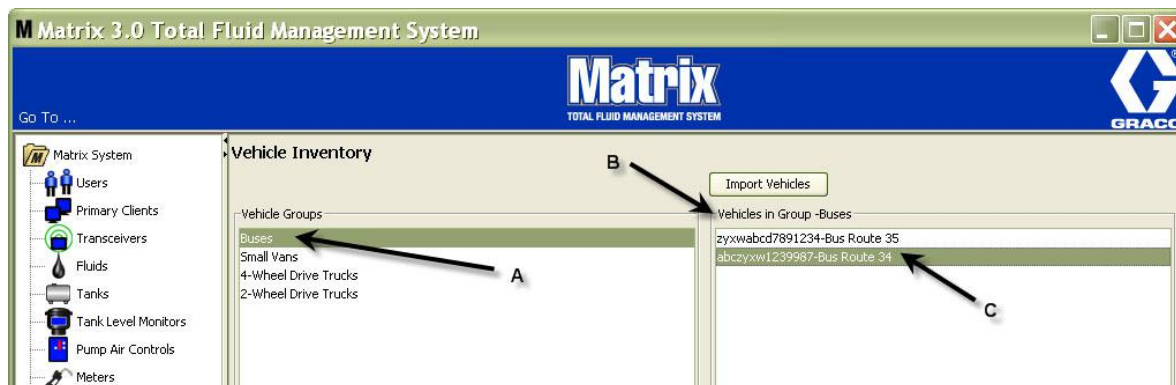

Рис. 156
- Транспортные средства будут отображены на экране «Vehicle Inventory» [Транспортные средства], только когда выделена его группа. В примере на Рис. 156 выделена группа транспортных средств «Buses» [Автобусы] (A). Обратите внимание, что группа «Buses» добавлена в конце названия столбца «Vehicles in Group» [Транспортные средства в группе] (B). В списке в этом столбце находятся только автобусы из парка транспортных средств. Нет ни
Разделы А, В и С на Рис. 159 соответствуют позициям А, В и С на Рис. 156.